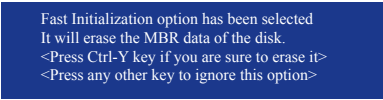

图6
5. 设定完成之后，按下<Ctrl> + <Y>键保存设定值后将出现如图6 所示的画面。